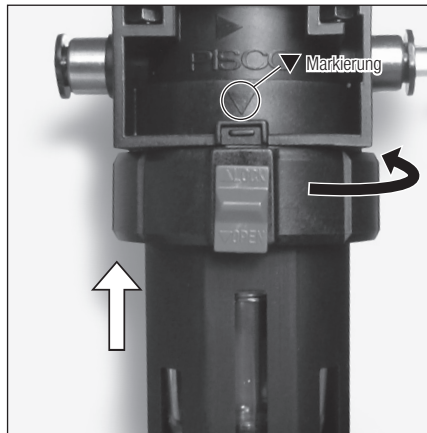

Abb. 38
- 11) Die Verriegelungstaste muss beim Einführen in Richtung der Position der Rille des Luftfiltergehäuses zeigen. Schieben Sie diese nach oben, bis keine Lücke mehr zwischen Behälterhalter und Luftfiltergehäuse vorhanden ist. Drehen Sie sie entgegen dem Uhrzeigersinn, bis die Verriegelungstaste die ▼-Position erreicht (Abb. 38).